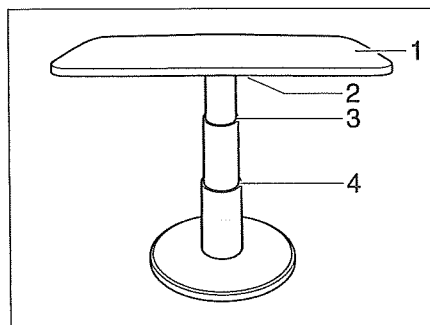

Bild 56 Lyftbord till rund sittgrupp
- Vrid låsspaken (Bild 56,2) till vänster. Spärren är öppen.
- Tryck bordsskivan (Bild 56,1) i mitten till önskat stoppläge (Bild 56,3 eller 4) och håll den nere.